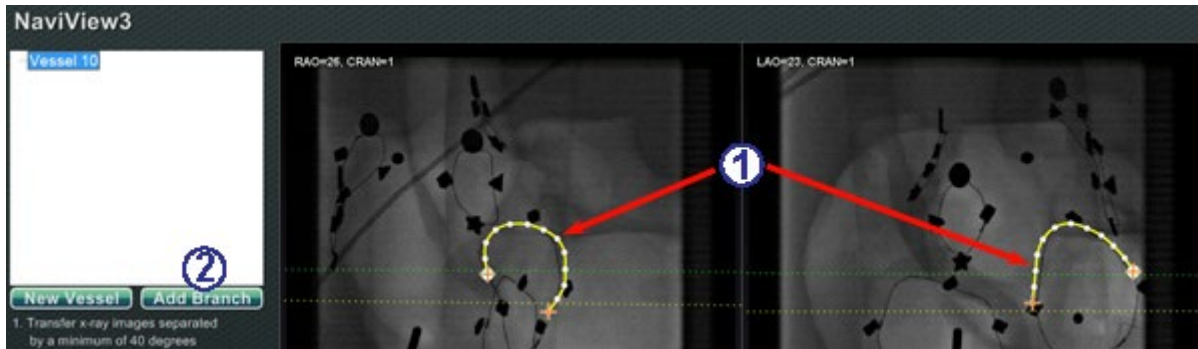
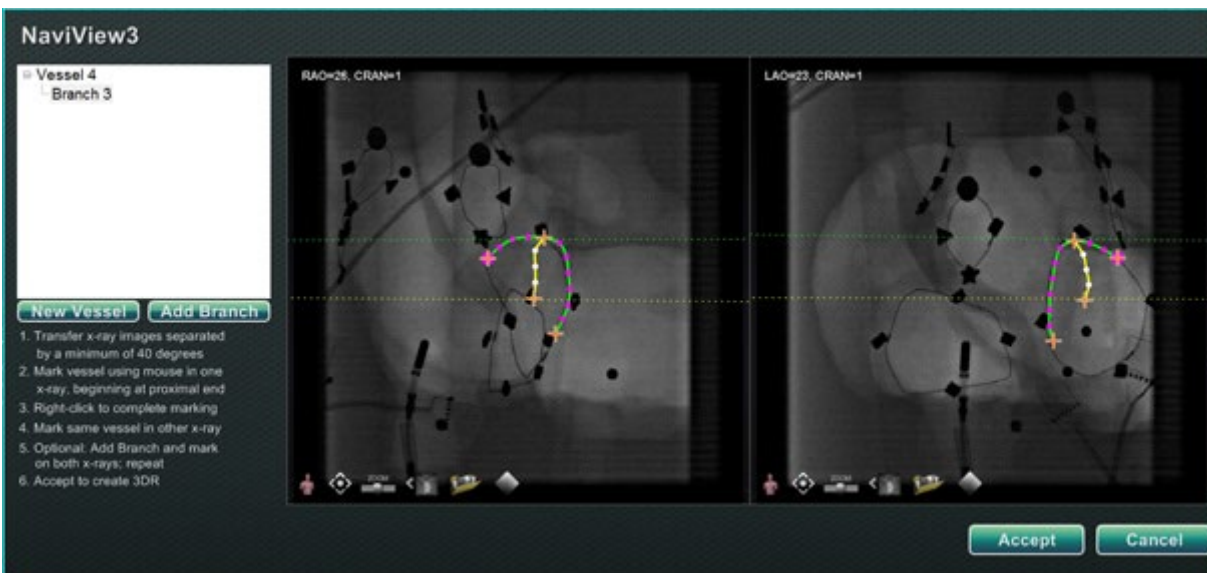

Figure 206. Ajout de branches – Commencer avec les troncs correspondants
Figure 211. Tracez la branche complémentaire et cliquez sur **Accept (Accepter)**.
Explicatif de l'ajout de branches (Figure 206 – Figure 211)
Étape 1 (Figure 206)
- ① Pour ajouter des branches, il faut commencer par une paire de troncs complémentaires.
- ② Cliquez sur **Add Branch** (Ajouter une branche).
Étape 2 (Figure 207 et Figure 206)
Étape 4 (Figure 211)